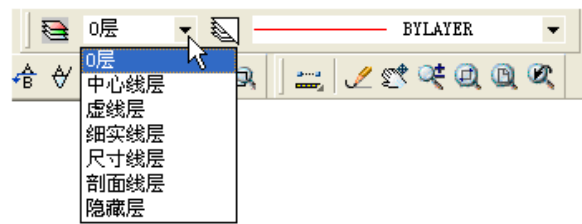

图 9-2 改变当前层下拉列表框
(1) 如图 9-2 所示，用鼠标左键单击属性工具条中的【当前层】下拉列表框右侧的下拉箭
2) 【当前层选择】下拉列表框中列出了当前图形文件中的所有图层，用户可从中选择一个作为当前层，如图 9.2 所示。